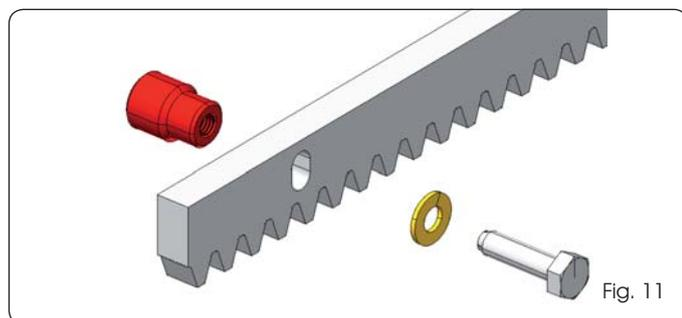

Fig. 11
5.4.1 CREMAGLIERA DI ACCIAIO A SALDARE (Fig. 11)